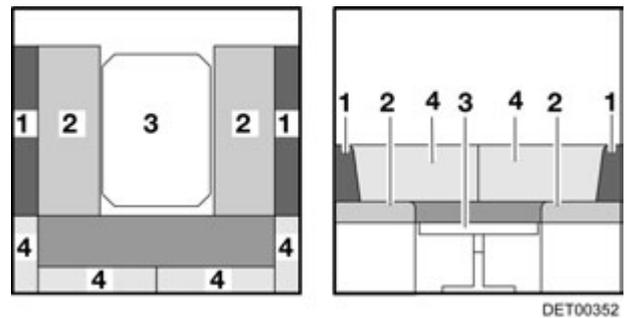

Fig. 94 Pendant la transformation
- Tirer les coussins d'assise (Fig. 94,2) vers le centre.
- Placer les coussins de dossier (Fig. 94,1) entre les coussins d'assise et la paroi extérieure.
- Enlever les coussins de dossiers (Fig. 94,4) et les placer de côté.